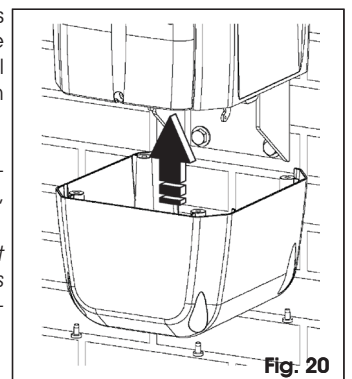

Fig. 20
10. Monter le carter inférieur utilisant les quatre vis fournies, Fig. 20.